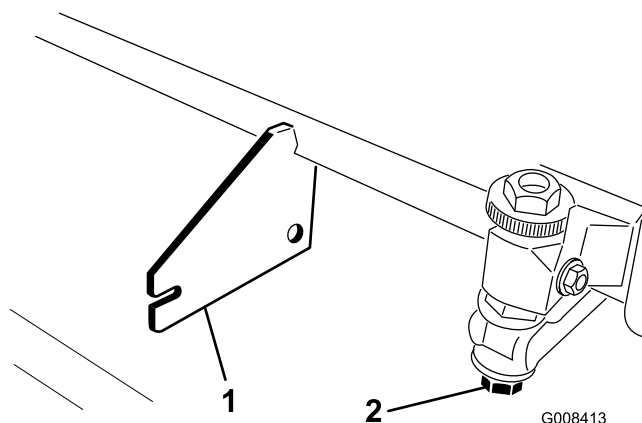

Figura 11
**Importante:** Cuando sea necesario inclinar la unidad de corte para tener acceso al conjunto de contracuchilla/molinete, apoye la parte trasera de la unidad de corte de manera que las tuercas de los extremos traseros de los tornillos de ajuste de la barra de asiento no descansen sobre la superficie de trabajo (Figura 11).